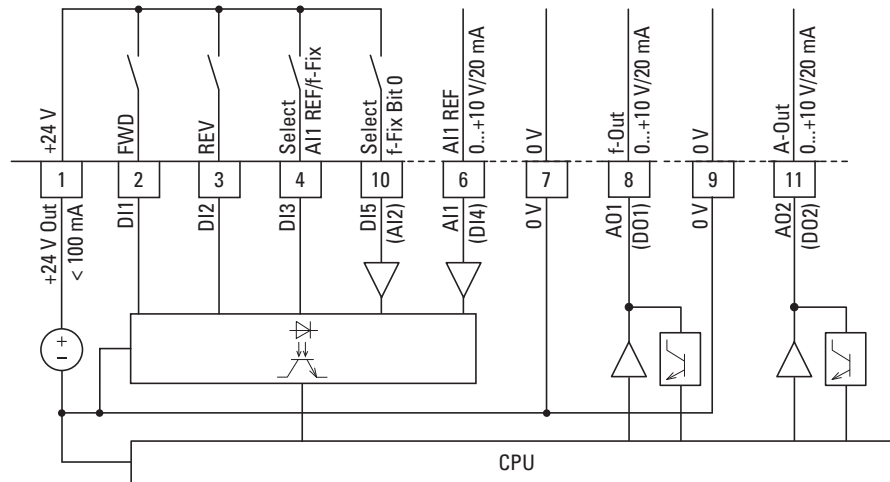

Figura 80: Morsetti di comando (digitali/analogici)
In funzione dei parametri P1-12 e P1-13, i morsetti di comando 6 (AI1) e 10 (AI2) possono essere collegati con segnali analogici (→ Figura 80):
Sui morsetti di comando 8 e 11 (→ Figura 80) sono disponibili segnali analogici. Queste uscite possono sopportare un carico massimo di 20 mA. La selezione dei segnali di uscita può avvenire mediante i parametri P2-11 (AO1) e P2-13 (AO2). Con i parametri P2-12 (AO1) e P2-14 (AO2) è possibile definire i formati degli ingressi analogici:
I morsetti di comando 8 e 11 (→ Figura 80) sono impostati nello stato alla consegna come uscita analogica (AO). Il funzionamento come uscita digitale (DO) può essere impostato mediante i parametri P2-11 e P2-13.